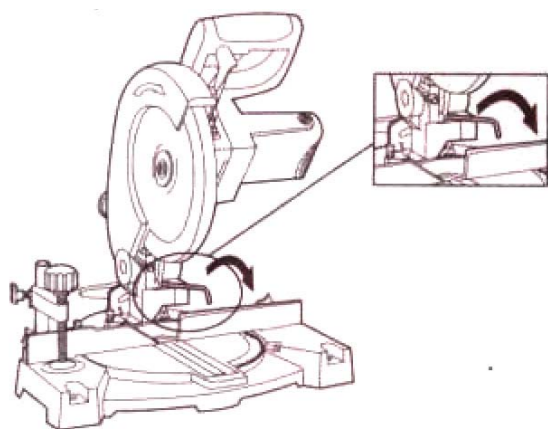

Рис. 18
1. Держите ручку (1) нажатой.
2. Ослабьте предохранительный винт (6) на устройстве с помощью шестигранного ключа (38) от запорного механизма (рис. 18).